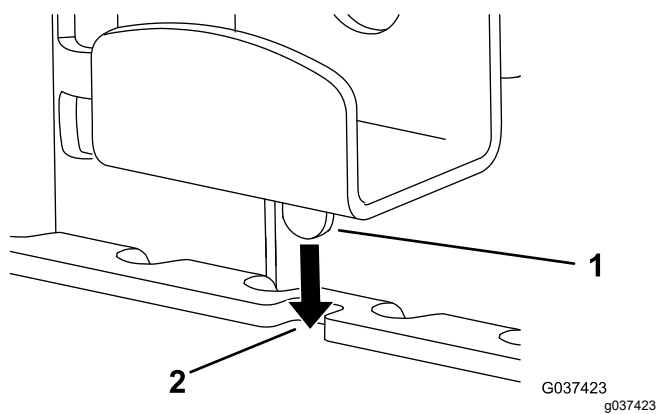

Figura 7
2. Desaperte o manípulo e desça o suporte superior, inserindo a patilha na ranhura no suporte da dobradiça (Figura 7).